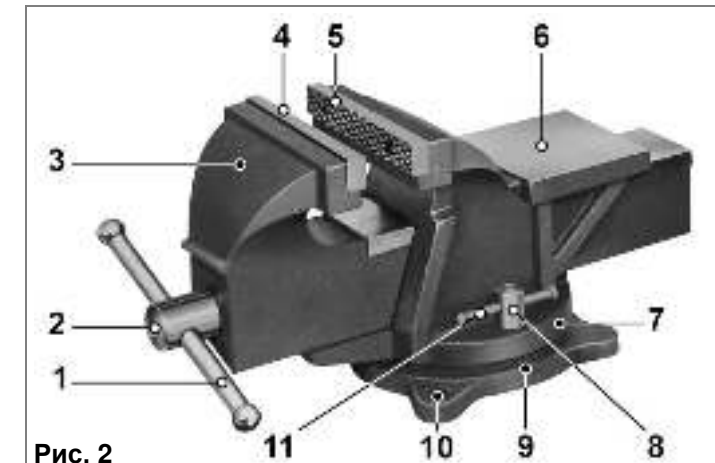

Рис. 2
### 5. УСТРОЙСТВО ТИСКОВ (Рис. 2)
### 6. УСТАНОВКА ТИСКОВ, ЗАКРЕПЛЕНИЕ ЗАГОТОВКИ (Рис. 2)
7.3. Периодически смазывайте все сопрягаемые поверхности и резьбу ходового винта (2), Рис. 2.